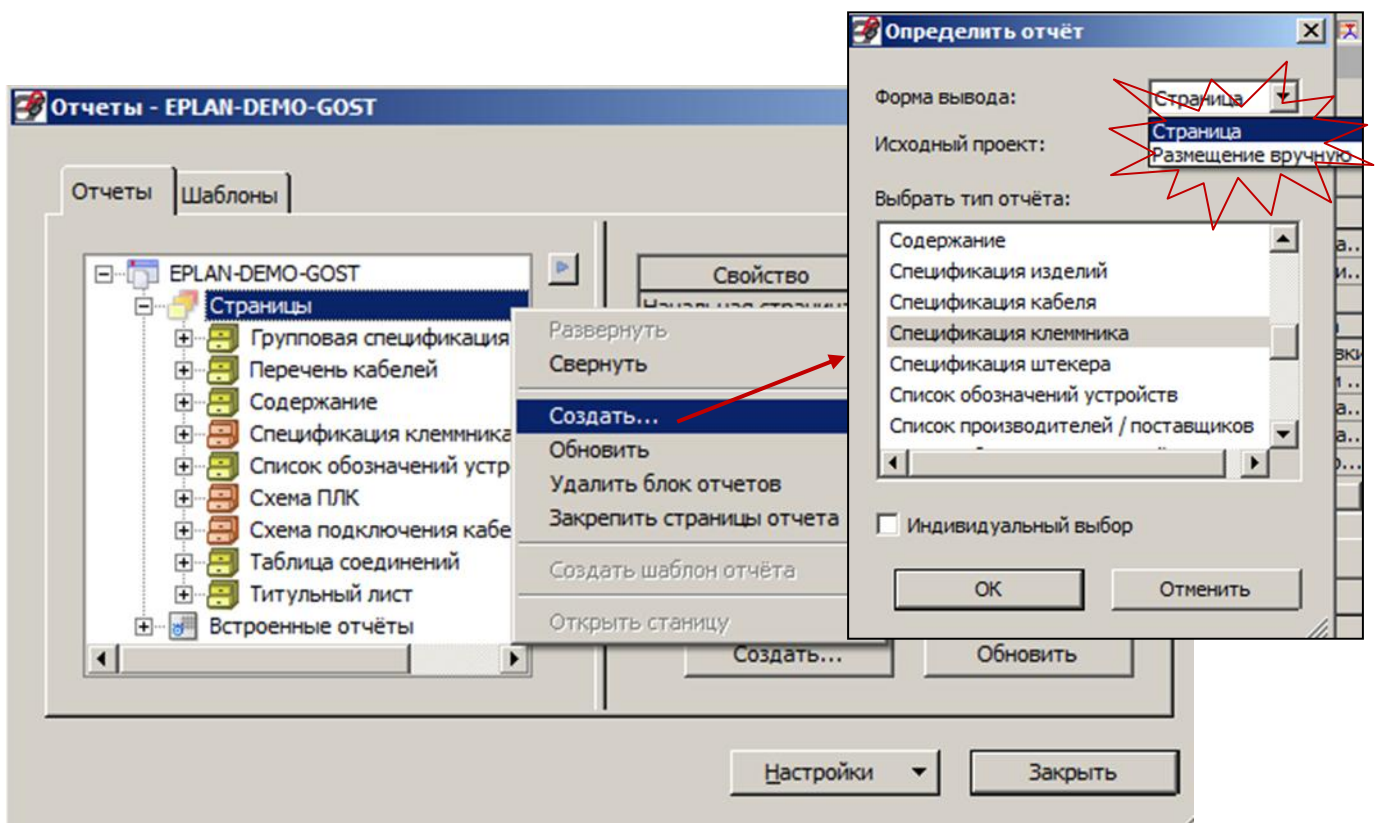

Рис.4.2.Окно настройки операций с отчётами и создание отчёта.
Встроенный отчет является таким отчетом, который вручную нужно размещать в имеющуюся страницу проекта типа (I). Например, перечень элементов на схеме можно выводить как встроенный отчёт. Для вывода отчёта как встроенного, при создании отчетов, в поле "Форма вывода" нужно выбрать "Размещение вручную" (см. Рис.4.2). Обновление отчетов касается и встроенных отчетов.
В окне настройки генерирования отчёта (Рис.4.2) показывается обзор готовых отчётов, а также шаблоны отчётов. Создание нового отчёта, а также другие действия (обновление, удаление, закрепление существующих страниц отчёта, переход на нужную страницу отчёта) проводится через контекстное меню, создание также доступно через одноимённую кнопку. Используя шаблоны отчётов можно создать одновременно несколько типов отчётов.
В окне "Определить отчёт" (Рис.4.2) указывается форма вывода отчёта: "На страницу" для страничных отчётов и "Размещение вручную" для встроенных отчетов.